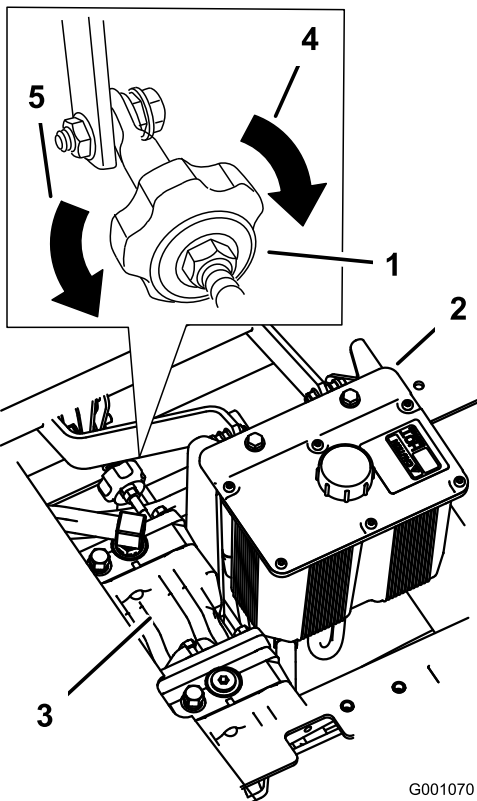

Bild 76
2. Stellen Sie die Länge der Pumpstange ein, indem Sie das Handrad an der Stange so weit in die entsprechende Richtung drehen, bis das Rad stillsteht oder sich leicht zurückdreht (Bild 76).